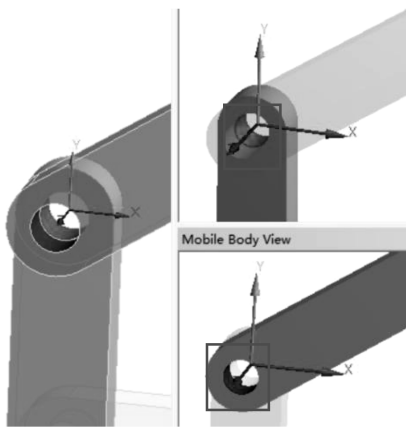

图 5-4 创建 Crank 与 Upper link 连接
(3) 创建 Crank 与 Upper link 连接: 单击【Connections】→【Joints】→【Body-Body】→【Revolute】, 在标准工具栏中单击 , 参考体选择 Crank 另一端孔内表面, 运动体选择 Upper link 一端孔内表面, 如图 5-4 所示, 其他默认。